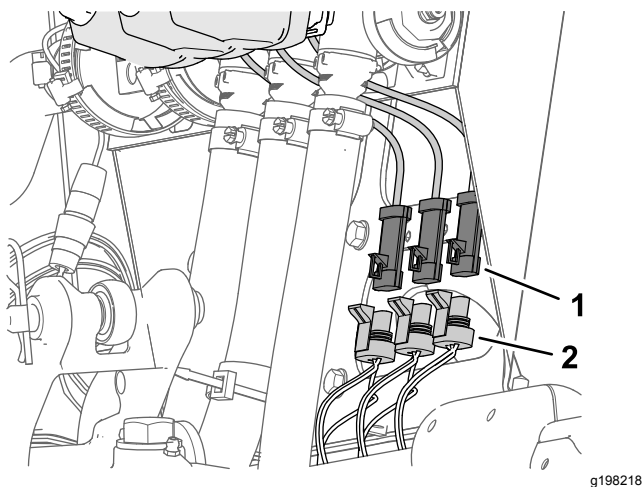

图 31
1. 将机器线束上标有左喷洒阀、中间喷洒阀和右喷洒阀的 3 插槽接头图 31 从 3 喷洒阀致动器的各 3 针接头处断开。